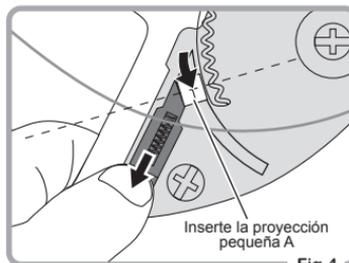

Fig.4
- 2 Fije la proyección pequeña A en el trinquete tirando de la palanca hacia abajo. (Fig.4)